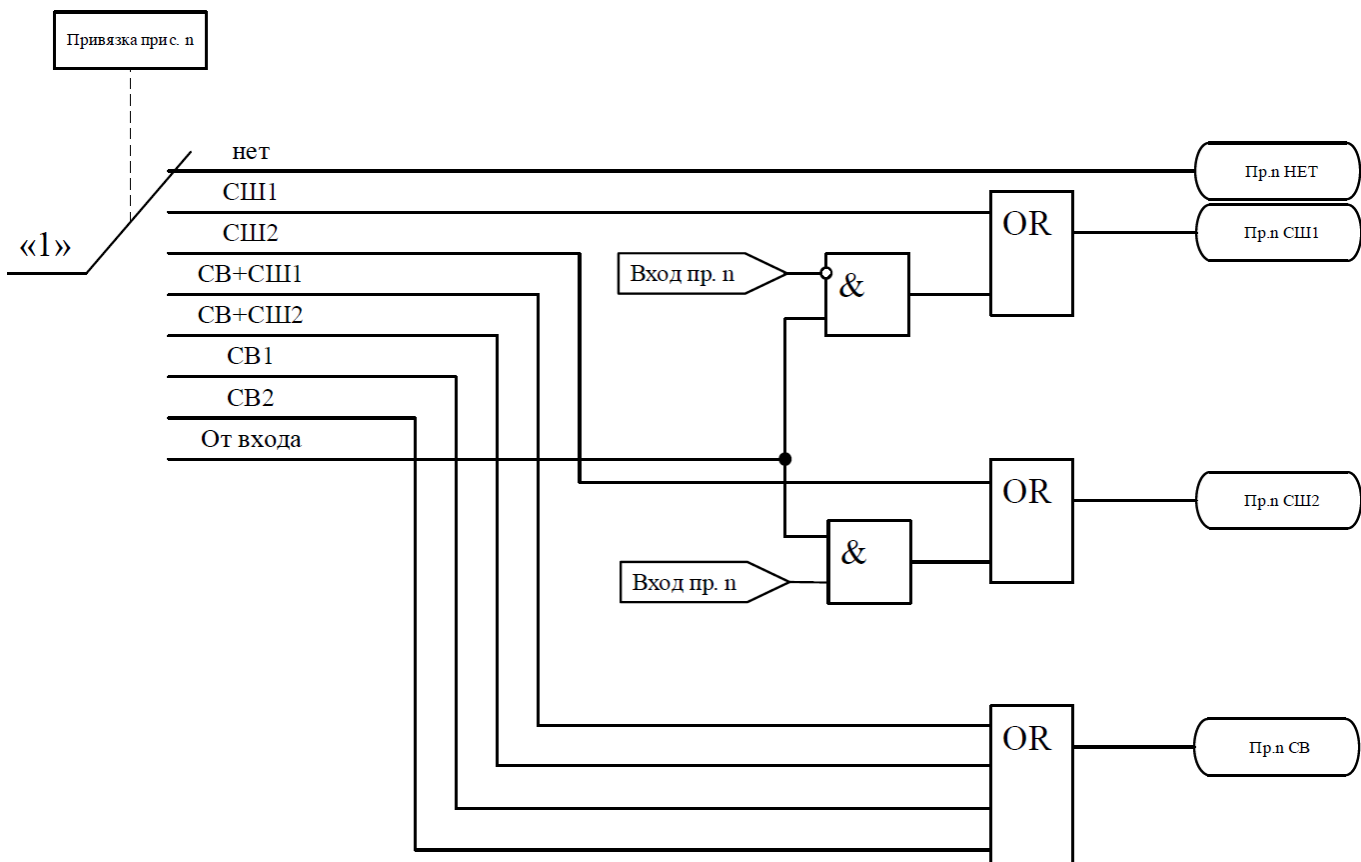

Рисунок 5.16 – Логика привязки присоединений к СШ1 (СШ2) и СВ
– логика разрешения работы УРОВ СШ1 объединяет разрешения от присоединений СШ1 без СВ, как показано на рисунке 5.18а. В этот блок входят присоединения с привязкой (см. рисунок 5.16) установленной в СШ1 и от входа с разрешением СШ1;
– логика разрешения работы УРОВ СШ2 объединяет разрешения от присоединений СШ2 без СВ, как показано на рисунке 5.18б. В этот блок входят присоединения с привязкой (см. рисунок 5.16) установленной в СШ2 и от входа с разрешением СШ2;
– логика разрешения работы УРОВ СВ объединяет разрешения от присоединений СВ, как показано на рисунке 5.18в. В этот блок входят присоединения с привязкой СВ1, СВ+СШ1, СВ+СШ2 и СВ2 (см. рисунок 5.16).